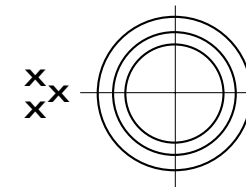

Abb. 4, bei Treffpunktlage links
Drehen der Seitenverstellschraube entgegen der Pfeilrichtung (R) bewirkt eine Treffpunktverlagerung auf dem Ziel nach links (Abb. 4).